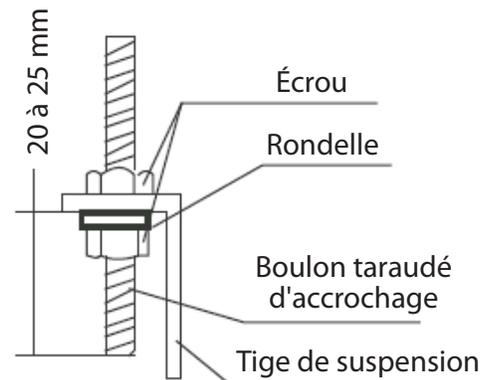

Figure 16 – Repérage de la tige de suspension
3. Repérez la tige de suspension sur le boulon taraudé d'accrochage (voir la figure 16).